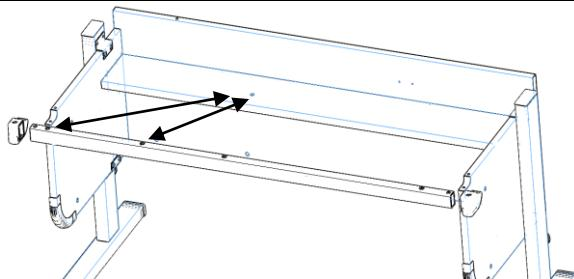

Рис.14
- 5.1.11. В опоры левую (поз.1, пакет №72а) и правую (поз.2, пакет №72а) вставить опору (трубу 30x20) (поз.7) до упора, см. рис. 14.